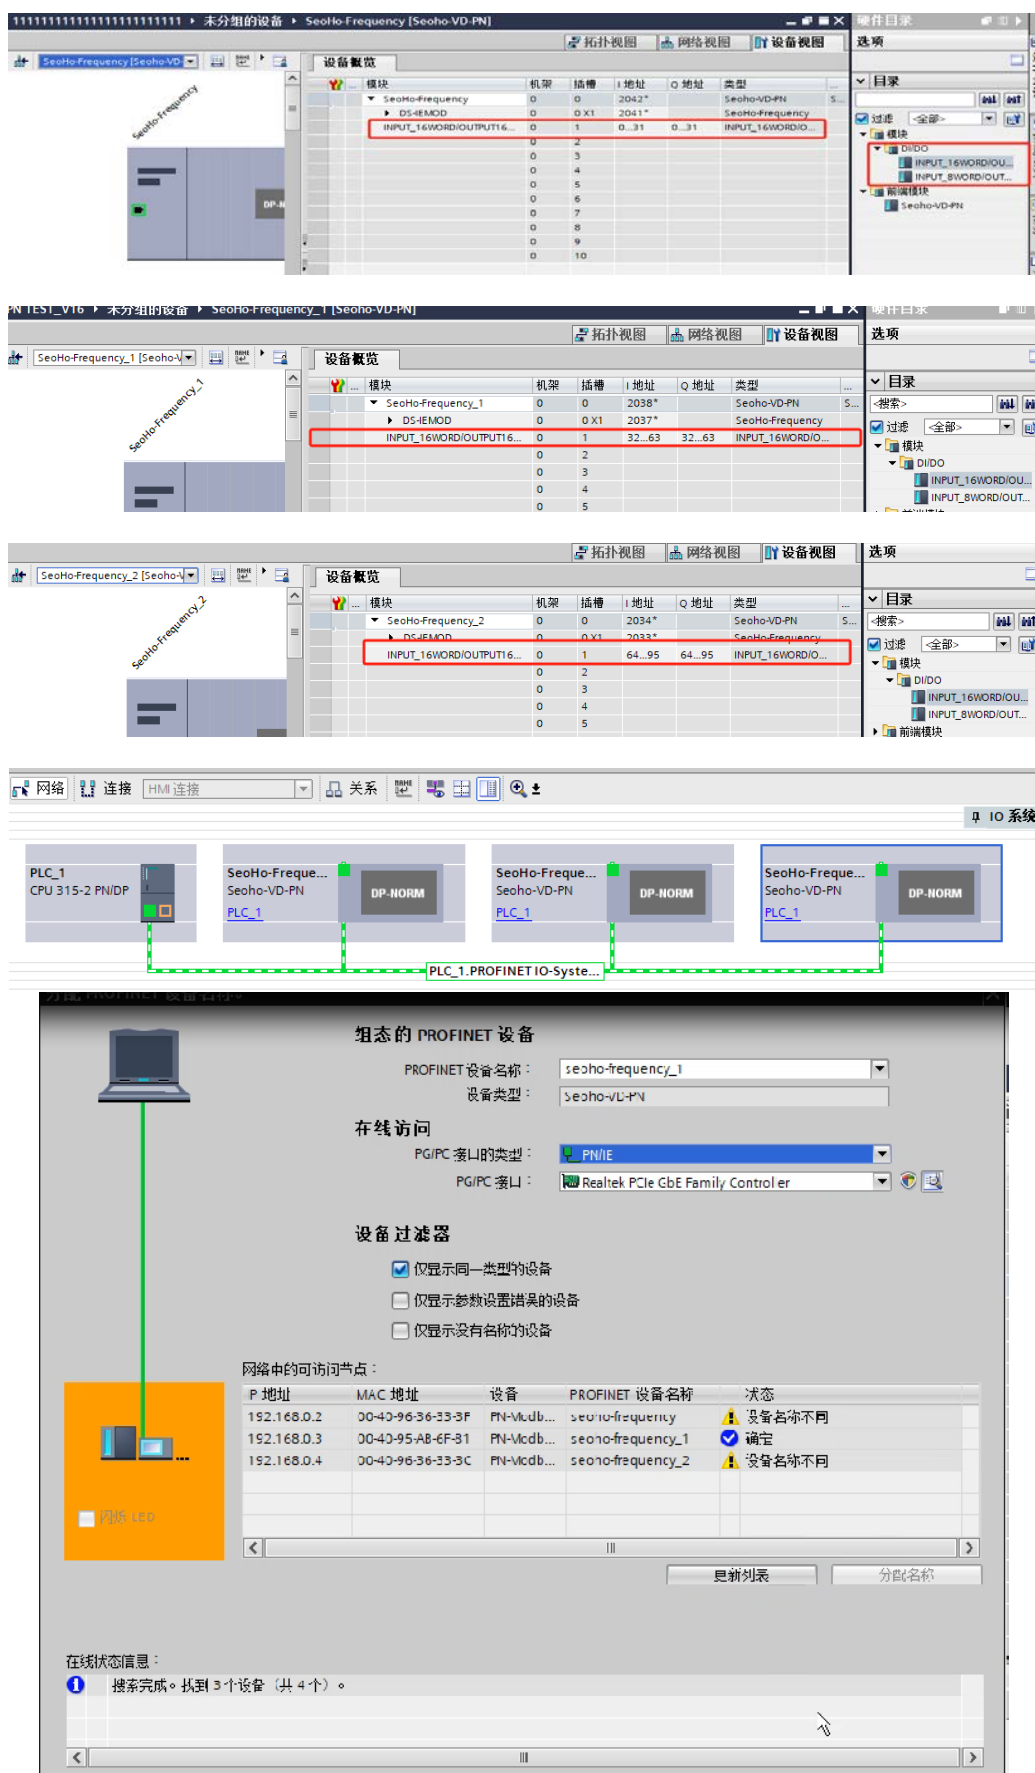

图 2.3.1. 设定从机名称，自动分配IP地址
1. 图2.3.1中添加设备 “Seoho-NV-PN”PROFINET到网络中。